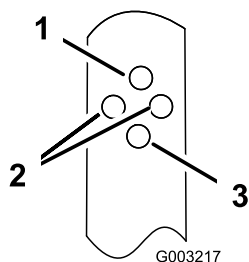

Figura 17
2. Introduzca el perno a través de uno de los taladros de cada uno de los soportes del manillar para ajustar el manillar a la posición deseada (Figura 17).